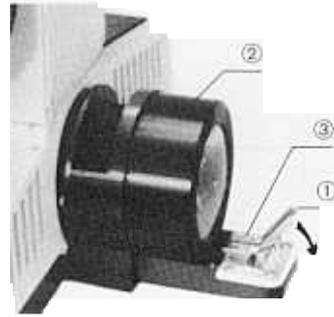

Abb. 1
2. Einsetzen der 100 W-Halogen-Glühlampe (Abb.1)